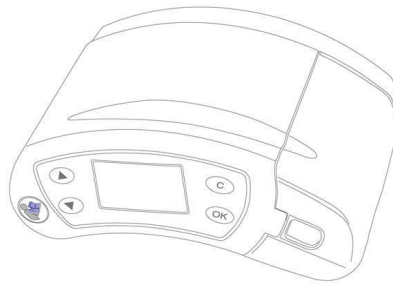

Abb. 5 DYSSUCTION® Suction Device M horizontal
3. Platzieren Sie das Gerät stehend oder in horizontaler Lage (Abb. 5) auf einer festen, ebenen Unterlage ohne Neigung.